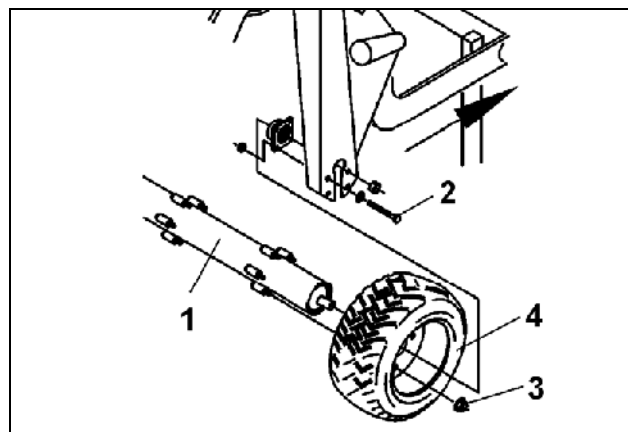

Fig. 123
- Asegurar el rodillo contra rodadura involuntaria con cuñas de calce y desatornillarlo (Fig. 123/1). Para ello quitar a ambos lados los tornillos de fijación (Fig. 123/2)
- Quitar las tuercas hexagonales (Fig. 123/3) y retirar el neumático (Fig. 123/4) del rodillo.